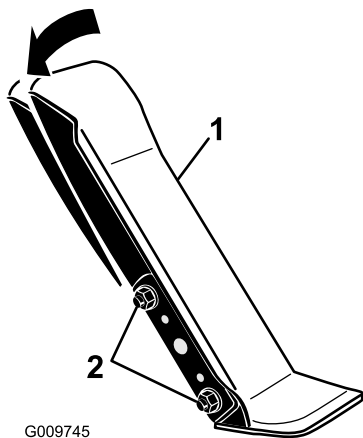

Bild 103
1. Lösen Sie die zwei Muttern und Schrauben, mit denen die linke Seite des Fahrpedals an der Halterung befestigt ist (Bild 103).
2. Drehen Sie das Pedal auf den gewünschten Winkel und ziehen Sie die Muttern an (Bild 103).